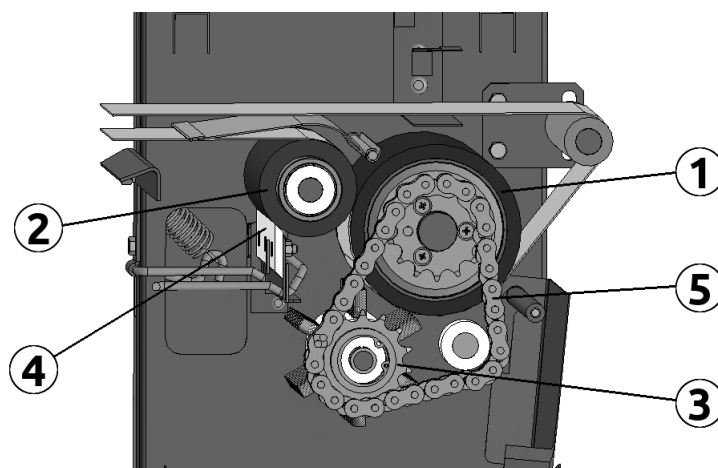

Рисунок 5.3
Приводной узел (рис. 5.3) состоит из приводного (1) и прижимного (2) роликов. Оба ролика имеют свои очистители - щеточный (3) для приводного и скребковый (4) для прижимного. Наличие очистителей значительно увеличивает срок службы роликов и ленты. Ролики и щеточный очиститель вращаются синхронно благодаря цепной передаче (5).